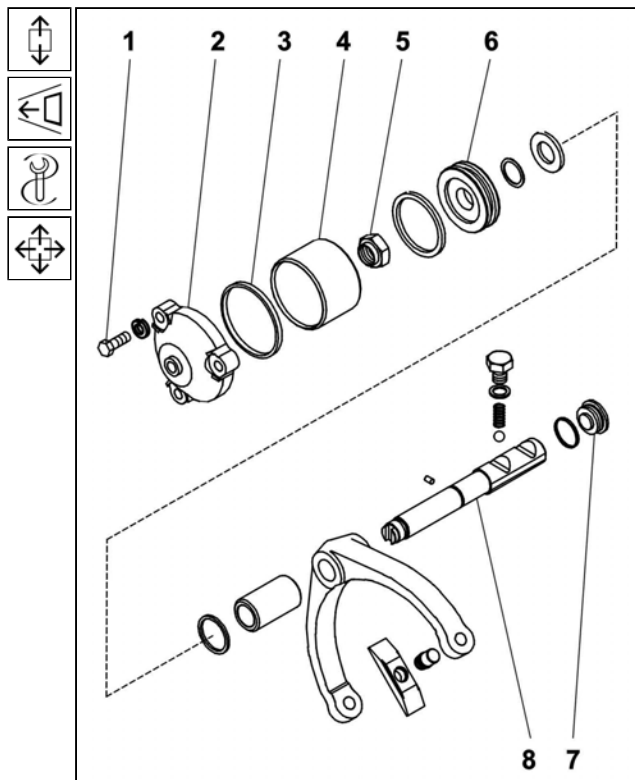

Рис. 3.9 Цилиндр механизма переключения Н/Л
17. На вкладыш цилиндра механизма переключения передач **5** (Смт. Рис. 3.9) надеть уплотнительное 'О'-образное кольцо **4** и привинтить крышку цилиндра механизма переключения передач **3** и затянуть на момент **32 ÷ 46 Нм**.